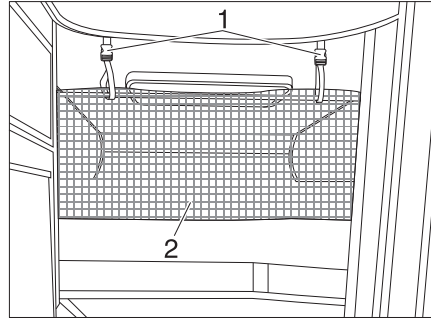

Fig. 160 Filet de sécurité
Le filet de sécurité (Fig. 160,2) est rangé de série entre le matelas et le sommier à lattes. Ne tendre le filet de sécurité qu'une fois que la personne se trouve dans le lit.
- Faire s'enclencher les sangles de retenue (Fig. 160,1) dans les œillets du plafond.